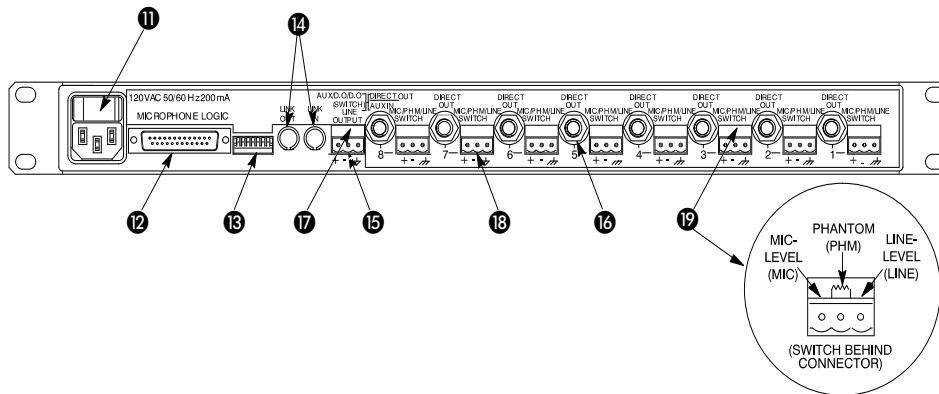

FIGURE 2
**COMMANDES, CONNECTEURS ET INDICATEURS DU PANNEAU ARRIÈRE (se reporter à la figure 2)**